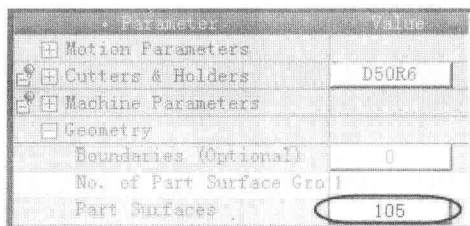

图 1-14
(3) 单击零件曲面右边的值域，系统进入曲面待选状态(屏幕下方有动作提示)，在绘图区单击鼠标右键，弹出图 1-13 所示的即时菜单，选择其中的所有显示对象(All Displayed)命令，则所有曲面被选中(零件曲面右边的值域中出现相应数字，数字代表被选中曲面的数量)，如图 1-14 所示。